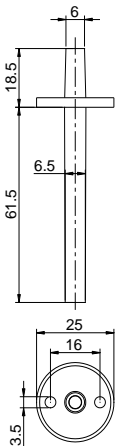
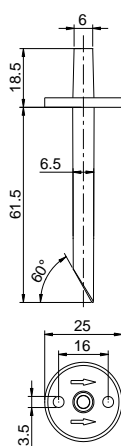
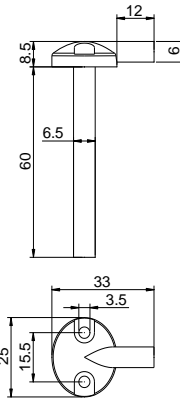

图 5: 静压采样头 1003
图 6: 全压采样头 1005
图 7: 静压采样头 1009
1. 先安装采样头，如图 5、图 6、图 7。每个采样头用 2 枚螺丝固定安装在现场引压处，较长端(约 60mm)插入引压处。要注意插入后需要将开孔缝隙重新密封，以免系统漏气。如选用全压采样头 1005，安装时，图 6 所示箭头方向必须与气流方向相同。